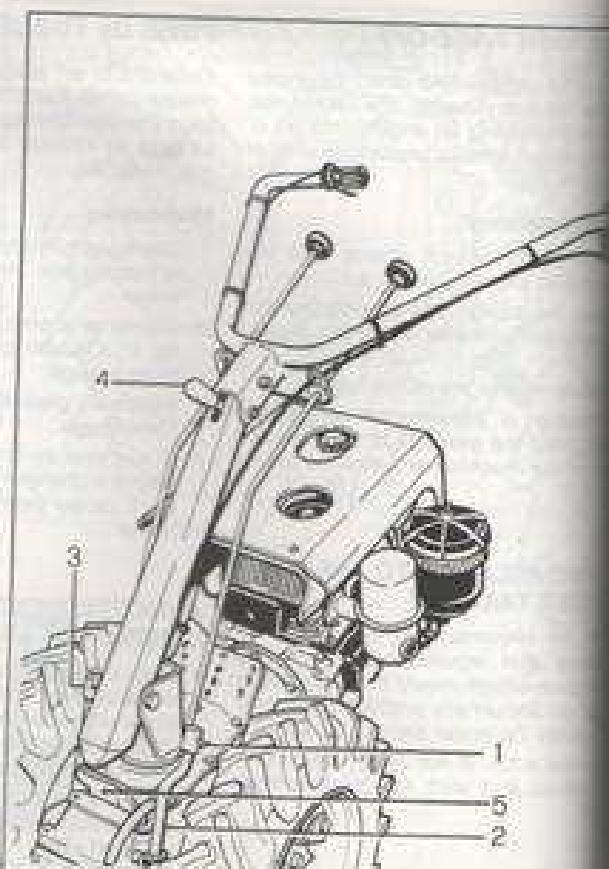

Fig. 8 - Bild 8
1. Rimuovere le spine di sicurezza a «R» (fig. 8; part. 1) che fissano l'asta comando marce (2) e l'asta comando p.d.p. (3).
2. Tirare la leva per lo sbloccaggio della stegola (4), abbassare completamente la stegola e ruotarla di 180° in senso orario.
3. A rotazione effettuata verificare che, rilasciando la leva (4), il polo di bloccaggio entri esattamente nel foro esistente sulla piastra di supporto (5).
4. Bloccare le asta di comando marce (2) e l'asta comando p.d.p. (3) alle rispettive leve con le spine di sicurezza a «Ra» (1).
- Take out the R-shaped safety pins (fig. 8, part 11) which hold the gearshift control rod (2) and the p.t.o. control rod (3).
- Pull lever for handlebars release (4) completely move down handlebars and make them rotate by 180° clockwise.
- When rotation is completed, make sure that on releasing lever (4) the lock pin enters the hole existing on support plate (5).
- Hold the gearshift control rods (2) and p.t.o. control rod (3) to the respective levers with the R-shaped safety pins.
- Enlever les goupilles de sécurité en "R" (fig. 8, rep. 11) fixant la tige des marches (2) et celle de la prise de force (3).
- Tirer le levier pour le déblocage du mancheron (4), abaisser complètement ce dernier et le tourner de 180° dans le sens des aiguilles d'une montre.
- La rotation effectuée, s'assurer que la broche de blocage entre exactement dans le trou sur la plaque de support (5), alors que le levier (4) est relâché.
- Fixer les tiges des marches (2) et la tige de la p.t.o. (3) aux leviers respectifs en se servant des goupilles en "R" (11).
- Die "R"-Sicherungsstifte (Bild 8, Detail 11) entfernen, welche die Gangschaltstange (2) mit der Zapfwelle-Schaltstange (3) verbinden.
- Den Steuerhebel zum Sterzauslösen (4) ziehen, die Sterze vollständig senken und um 180° im Uhrzeigersinn drehen.
- Sich nach erfolgter Drehung vergewissern, dass beim Loslassen des Hebels (4) der Blockverschluß genau in die Bohrung der Sitzplatte (5) eintritt.
- Die Gangschaltstangen (2) und die Zapfwelle-Schaltstange (3) mit den diesbezüglichen Steuerhebeln durch die "R"-Sicherungsstifte (11) befestigen.